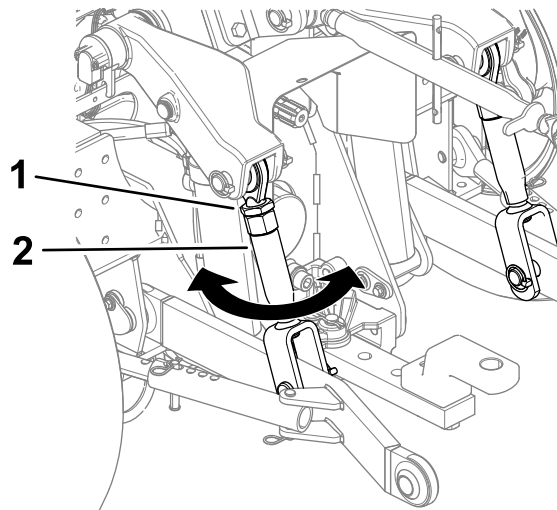

Bild 24
1. Lösen Sie die Klemmmutter an beiden Hebelenkern (Bild 24).
2. Stellen Sie die Hebelenker nach innen oder außen, bis das Anbaugerät waagrecht (Bild 24) steht.
3. Ziehen Sie die Klemmmutter an (Bild 24).